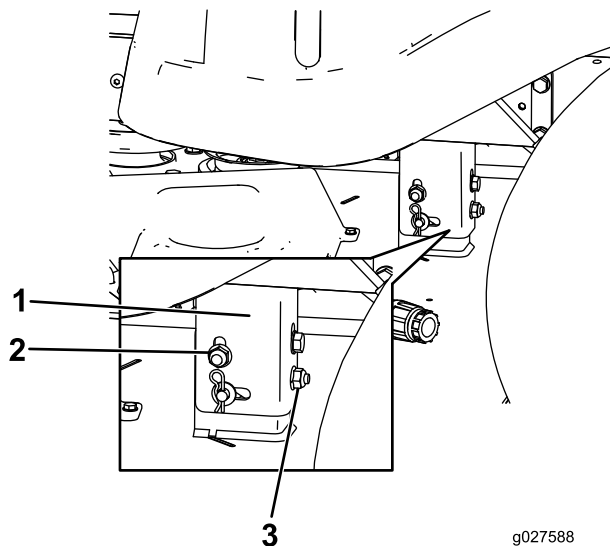

Figure 69
8. Élevez ou abaissez le côté gauche du plateau de coupe en tournant l'écrou arrière (Figure 69).
Remarque: Tournez l'écrou arrière dans le sens horaire pour élever le plateau de coupe ou dans le sens antihoraire pour abaisser le plateau (Figure 69).